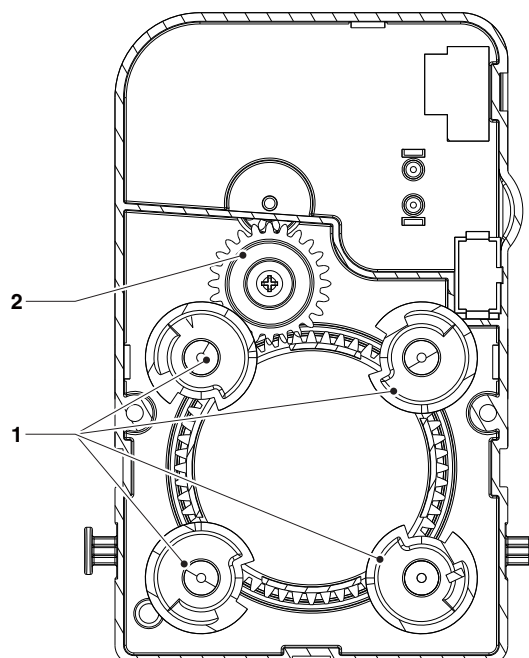

Fig. 35
- asportare (vedi fig. 35) dai mixer gli imbuti delle polveri, i convogliatori acqua, gli imbuti deposito polvere e le ventoline dei motofrullatori;